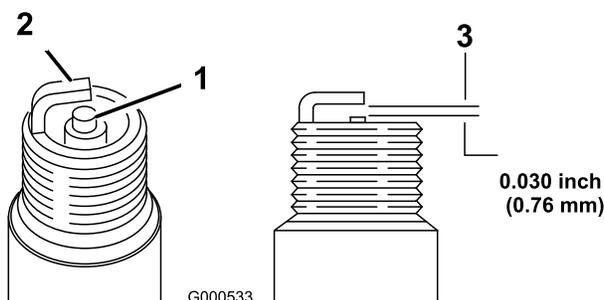

Figure 26
5. Réglez l'écartement des électrodes à 0,76 mm ; voir Figure 26.